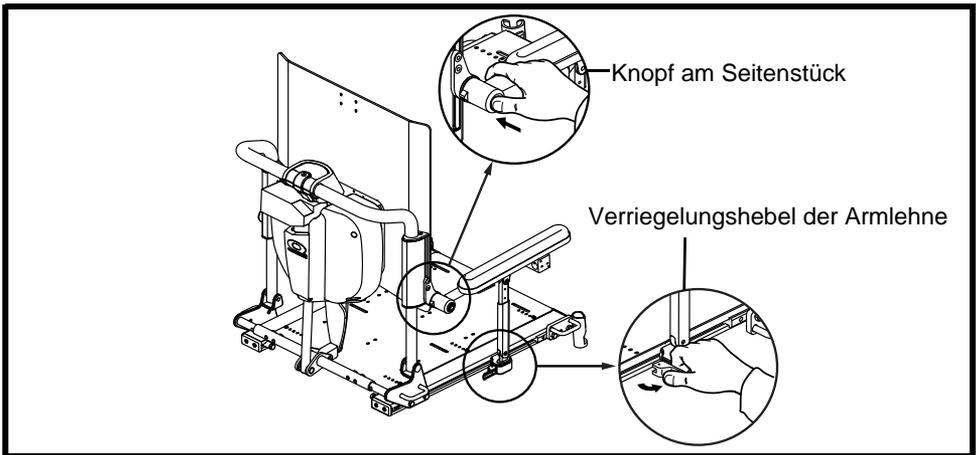

Abbildung 32. Entriegelung der Armlehne
1. Ziehen Sie den Verriegelungshebel der Armlehne an der Sitzfläche zu sich heran. **Siehe Abbildung 32.**
2. Drücken Sie den Knopf am Seitenstück. **Siehe Abbildung 32.**